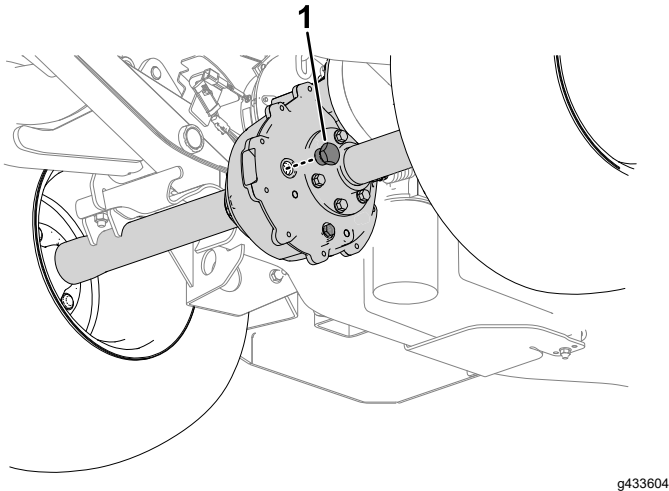

Figura 51
1. Retire el tapón de llenado del eje (Figura 51).